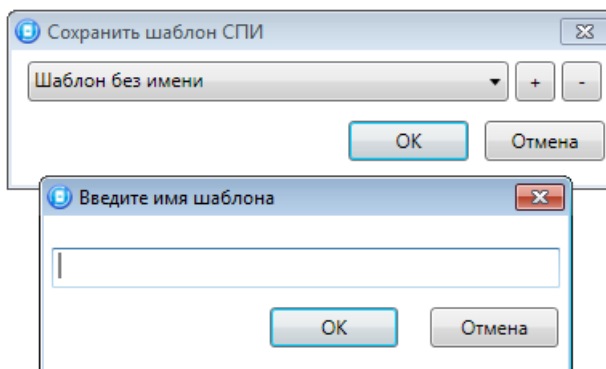

Рисунок 4.47 — Сохранение шаблона
- *Сохранить шаблон настроек:* открытие окна *Сохранить шаблон СПИ* (см. рисунок 4.47), с помощью которого может быть сохранена конфигурация ПОО контроллера в составе СПИ в качестве шаблона.